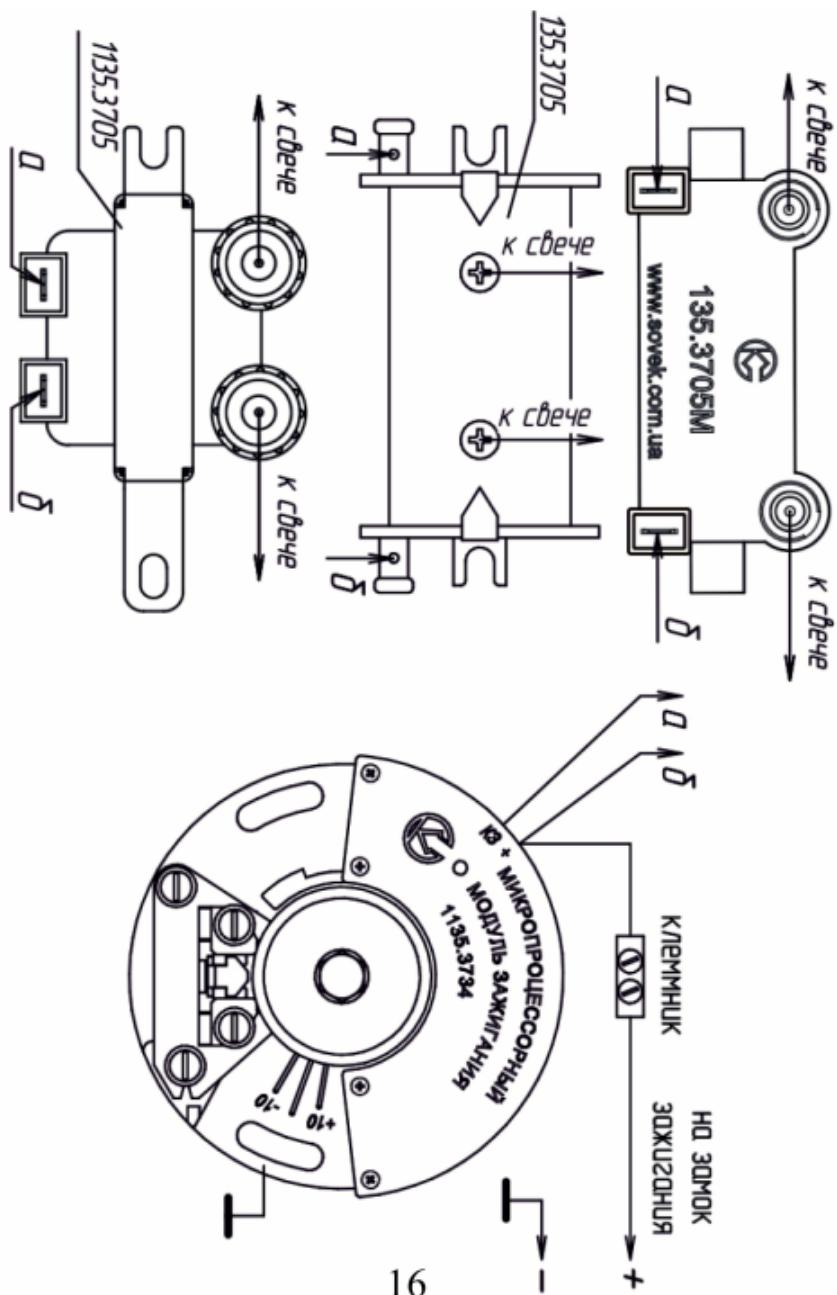

Рис. 3. Схема электрических соединений МПБС3
4.6. Установите поршень цилиндра в верхнюю мертвую точку (ВМТ). Один из выводов "+", идущий от модуля зажигания, подсоедините через переходник к плюсовому проводу от замка зажигания (см. рис.3, переходник и второй вывод «+» предусмотрены для удобства